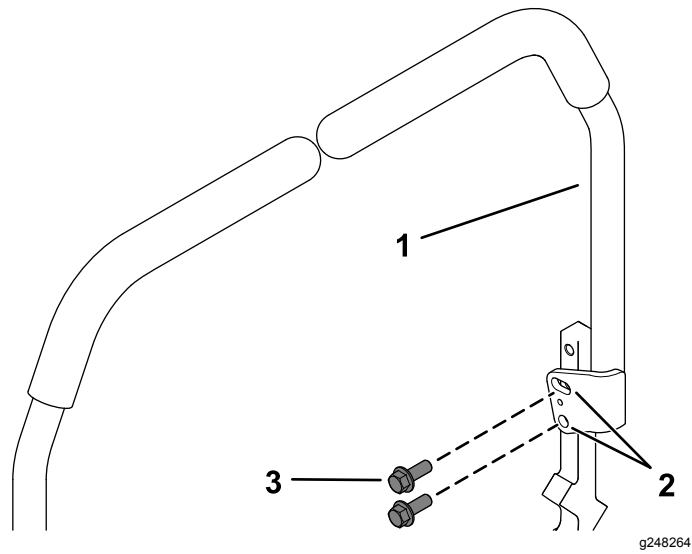

Figure 3
- Pour augmenter la hauteur du levier de 2,5 cm (1 po), installez les 2 boulons dans le groupe de trous inférieurs (Figure 3).